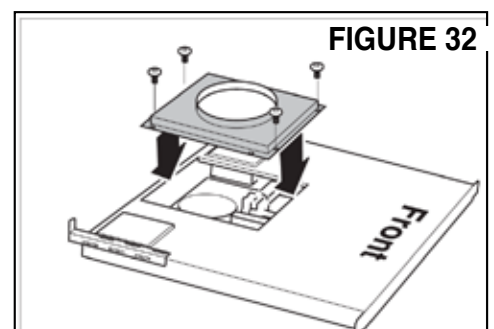

FIGURE 32
- La plaque de raccordement est installé à l'aide de 4 vis comme le montre la figure 32